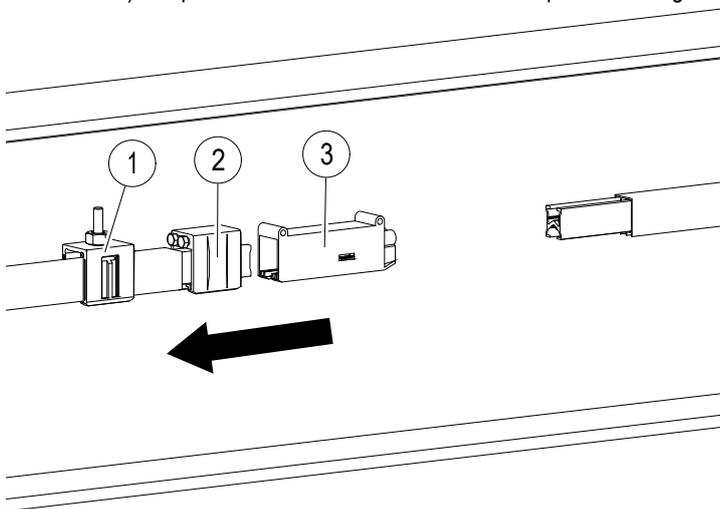

Fig. 91 : Faire glisser la griffe de suspension, le point d'ancrage et le capot d'extrémité sur l'extrémité du rail.
- Pousser la griffe de suspension (pos. 1), le point d'ancrage (pos. 2) et le capot d'extrémité sur l'extrémité du rail (voir Fig. 91). Ne pas encore serrer les vis latérales du point d'ancrage.